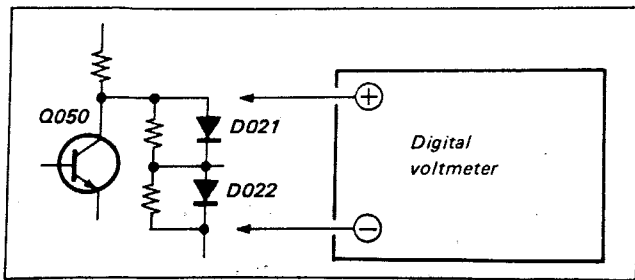

Fig. 5-17.
- Digital voltmeter: See Fig. 5-17.